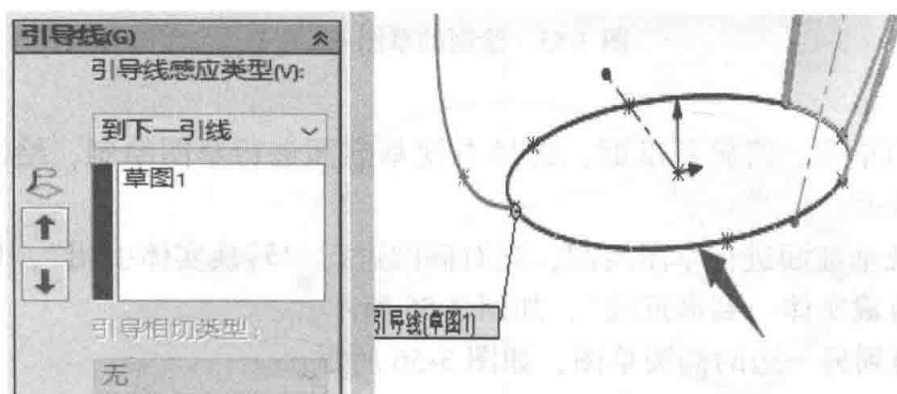

图 3-51 引导线的选入
- (2) 在“放样曲面”命令下的引导线处选入草图 1，如图 3-51 所示。